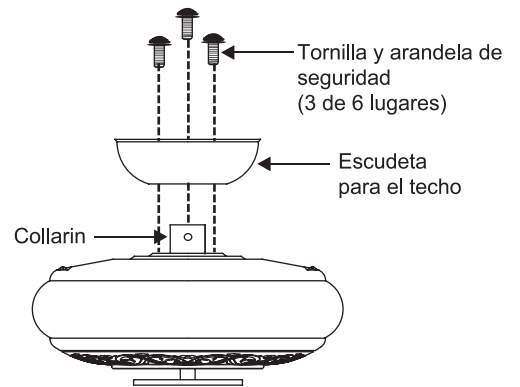

Figura 8-2
6. Remover tres de los seis tornillos y arandelas de seguridad (uno por medio) asegurando de la cubierta del motor. (Figura 8-2)
7. Colocando el dosel del ventilador sobre el collar encima del motor. Alinee los hoyos de montaje con los del motor para luego apretarlos usando tres tornillos y asegurar las arandelas provistas.(Figura 8-2)
8. Apretar los tornillos de montaje de manera segura.(Figura 8-2)